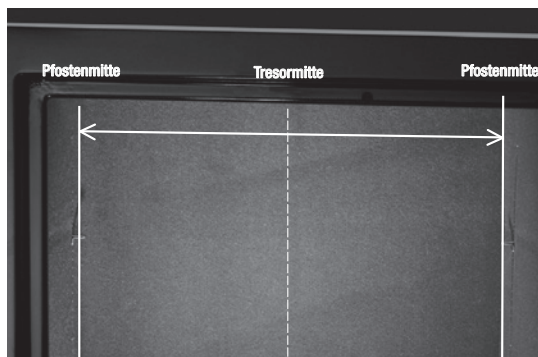

Abbildung 4. Mesurez soigneusement la distance entre les centres des montants dans votre maison
- 4) Auf jeder der beiden im Tresor angezeichneten Pfostenmitten in einem Abstand von 5,08 cm von der Oberseite des Tresors mit einem Stift die Stelle der Verankerung markieren (Abbildung 4). Mit einer Klinge an den markierten Stellen ein „X“ von 5,08 x 5,08 cm in den Teppichbelag schneiden.